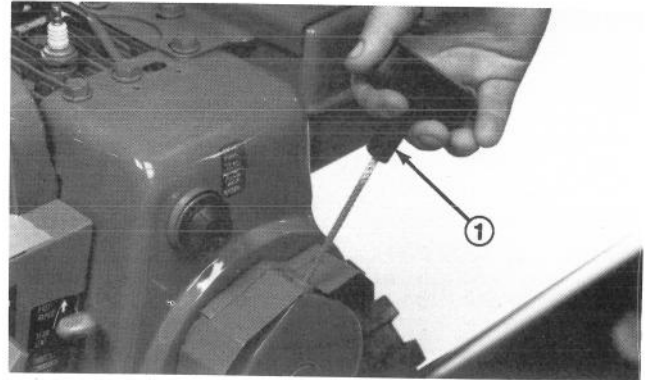

Abb. 19
**Rücklaufstarter** (Abb. 19) – Der Rücklaufstarter befindet sich hinten am Motor und wird herausgezogen, um den Motor zu starten.
6. Den Startergriff (Abb. 19) langsam herausziehen, bis Widerstand spürbar wird. Dann den Motor mit einem kräftigen Armzug anwerfen. Den Startergriff festhalten und das Seil langsam zurückgleiten lassen.